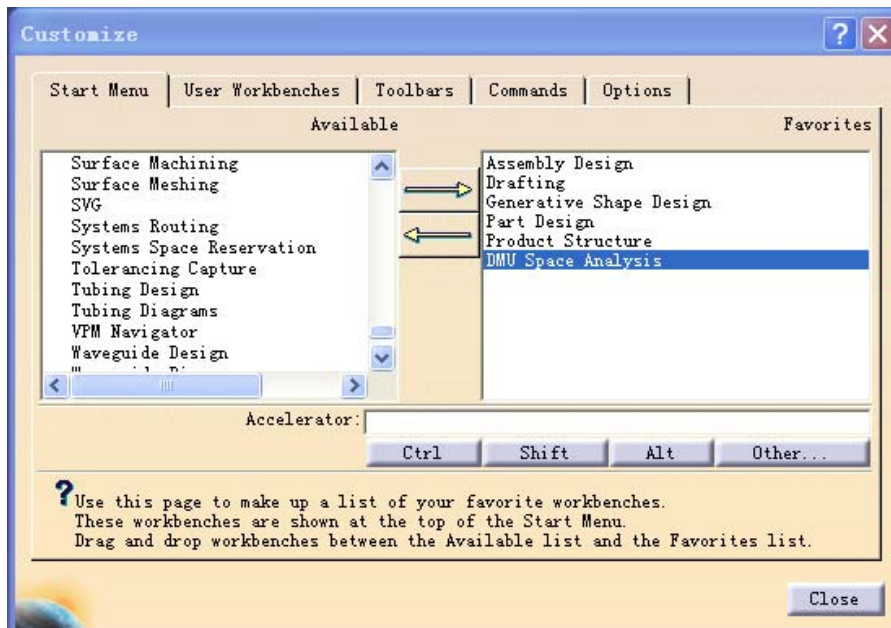

图 1-4
(3) 选择菜单 Tools → Customize, 对话框中用箭头选择常用的 Workbench(图 1-4)。